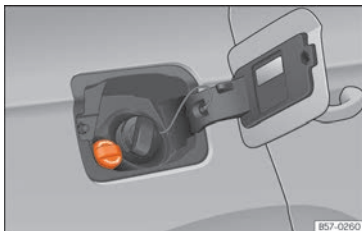

Fig. 182 Bouchon de la goulotte de remplissage du réservoir d'AdBlue.
- Ouvrez la trappe à carburant »» fig. 182.
- Dévissez la bouteille dans le sens inverse des aiguilles d'une montre et retirez-la avec précaution vers le haut »» ❶.
- Dévissez le bouchon de l'orifice de remplissage de SCR »» fig. 182.